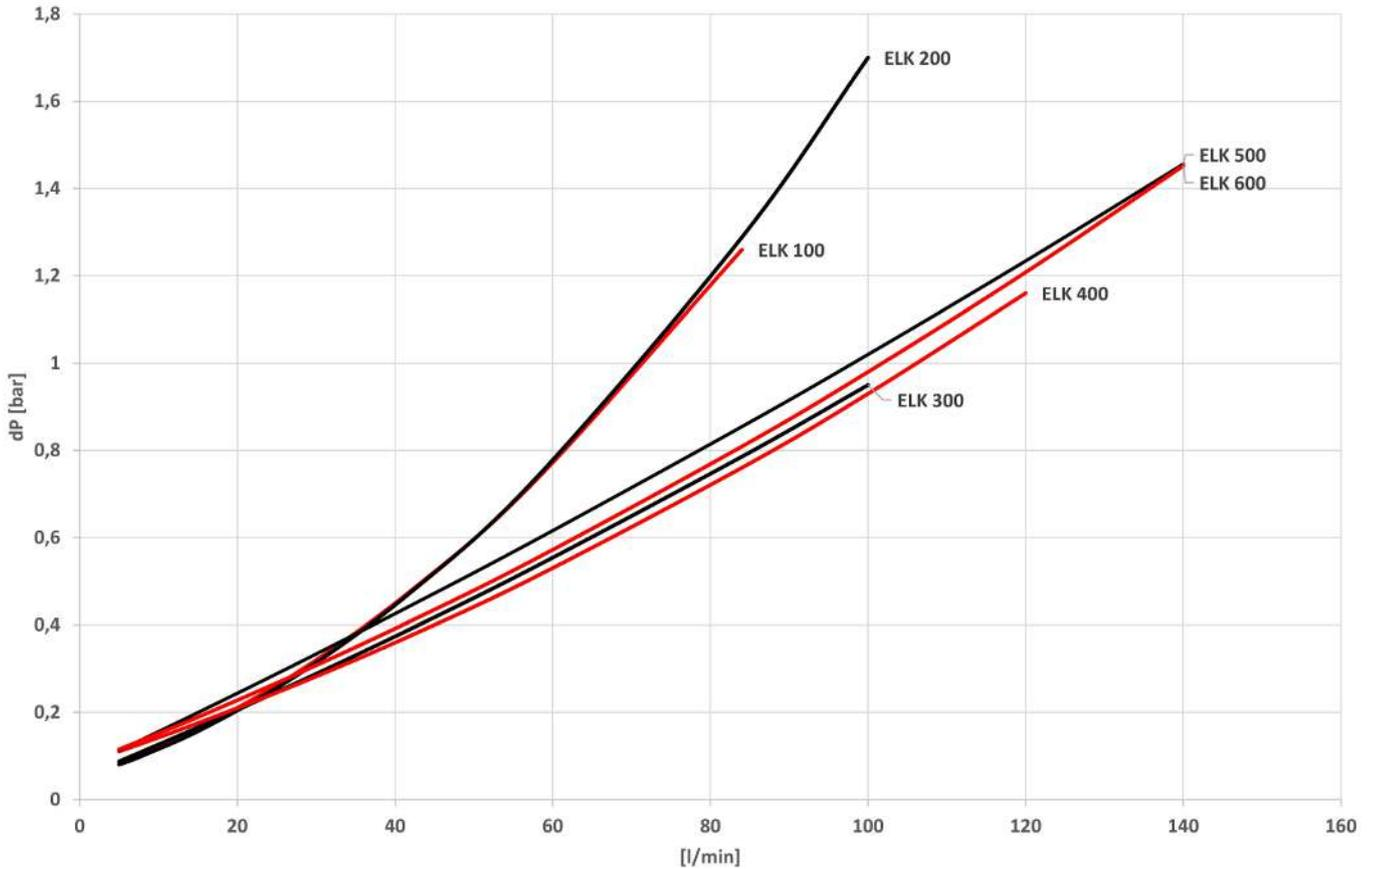

Abb. 2: Druckverlust
1. Aus Druckverlustkurve (Abb. 2) bei Öl-Durchfluss l/min und gewählter Kühlergröße das  $\Delta p$  feststellen.